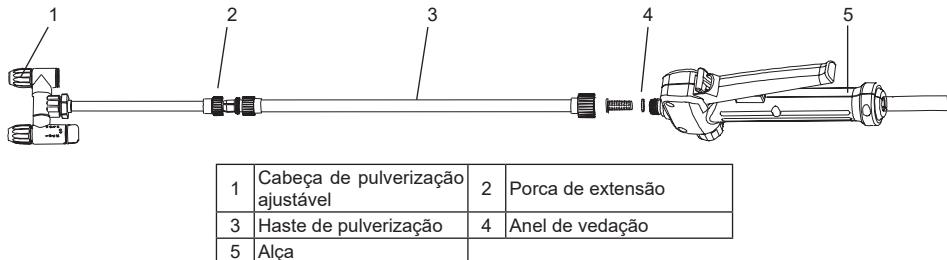

Figura 1
2. Garante-se que o anel de vedação esteja no local e, depois, rosqueie a haste de pulverização na alça e aperte-a firmemente. Consulte a Figura 1.